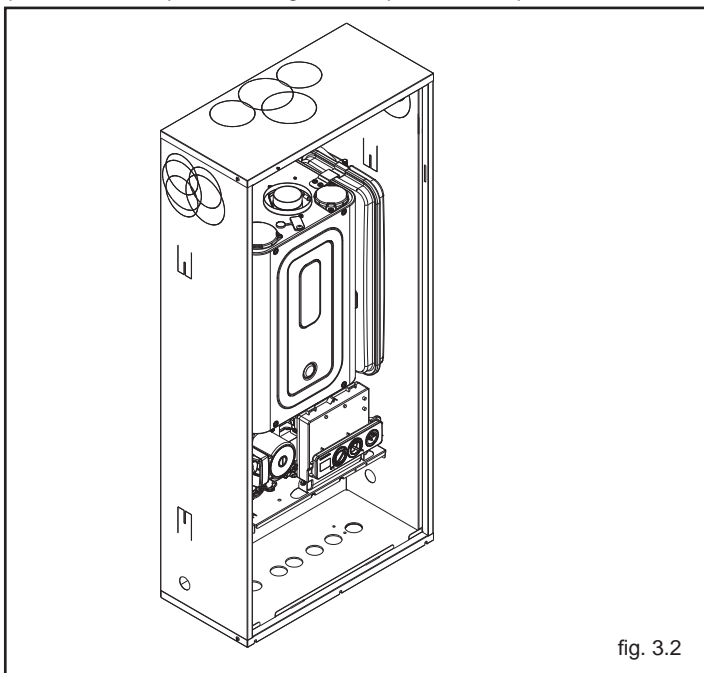

fig. 3.2
**Ciao S C.S.I.** può essere installata anche all'esterno (fig. 3.2) nell'apposito box per incasso (vedi Catalogo listino)